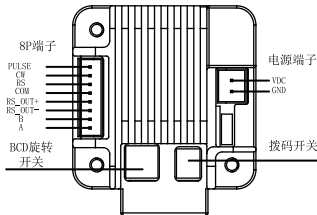
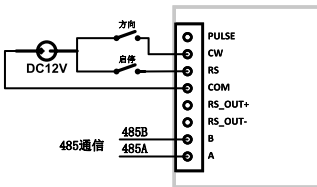

图4 尾部驱动单元展示图
图5 接线示意图
• 端子定义如图4，随机附带线缆配套使用，8P端子接线方式参照按图5（也可以完全用485通讯控制，此时可去掉外控接线），2P端子（VDC,GND）接入电源。